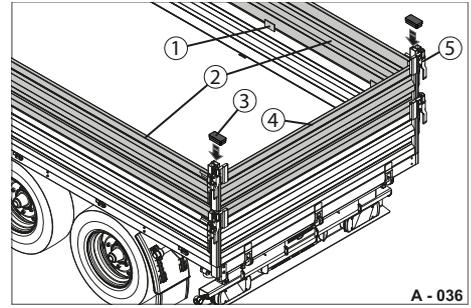

Abb. 35 Bordwandaufsätze sichern
► Setzen Sie jeweils einen Bordwandaufsatz (Abb. 35/1 & Abb. 35/4) auf die Grund-Bordwand auf. Achten Sie darauf, dass die Anschläge (Abb. 35/1) nach innen zur Ladefläche zeigen.
- Schliessen Sie die Verschlüsse (Abb. 35/5) nacheinander.
- Stecken Sie die Abdeckkappen (Abb. 35/3) in die Eckrunge-Aufsätze.